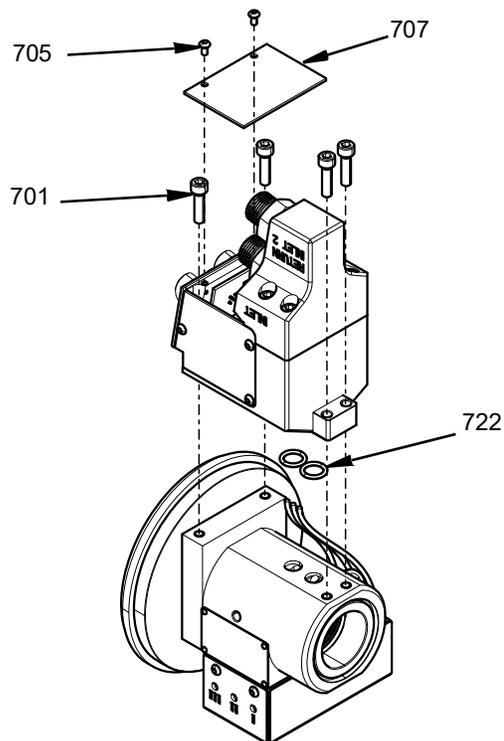

図 18
- M3 カバーネジ (705) を取り外して上部カバー (707) を取り外します。
- これで、4 本の M5 ネジ (701) を取り外して、接続部ハウジングアセンブリをスイベルチャンバーアセンブリから取り外せます。
センサーまたはプラグにアクセスできるようになりました。Oリング (722) は、再アセンブリする前に新しいものと交換します。以下を参照してください：図 18 を参照ください。